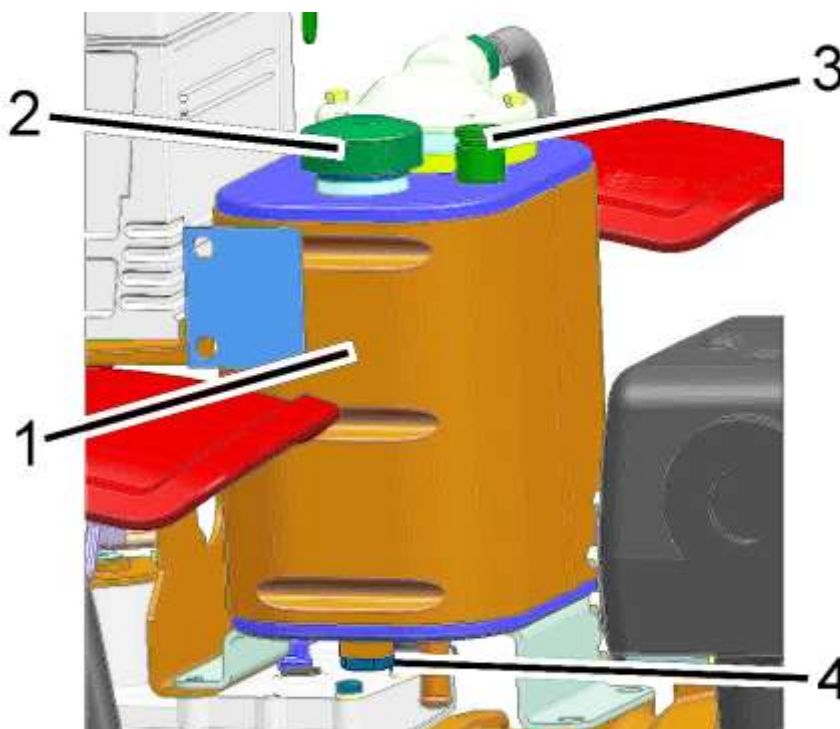

Рисунок 6.4.14 – Замена масла в гидросистеме
- отверните пробку маслозаливного отверстия 2 (рисунок 6.4.14) и сливную пробку 4, слейте из маслобака масло в специальную емкость для отработанного масла;